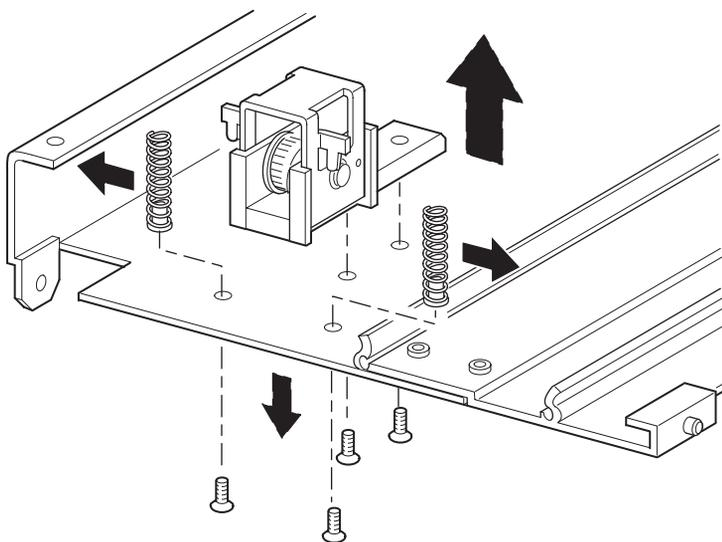

Figure 2-16 : Retrait du tendeur de la courroie et de la poulie libre
12. Fixez le tendeur de la courroie et la poulie libre à l'extension à l'aide des deux vis qui ont été précédemment retirées (voir la Figure 2-16).
13. Fixez les ressorts du tendeur de la courroie et de la poulie libre avec les deux vis qui ont été précédemment retirées (voir la Figure 2-16).